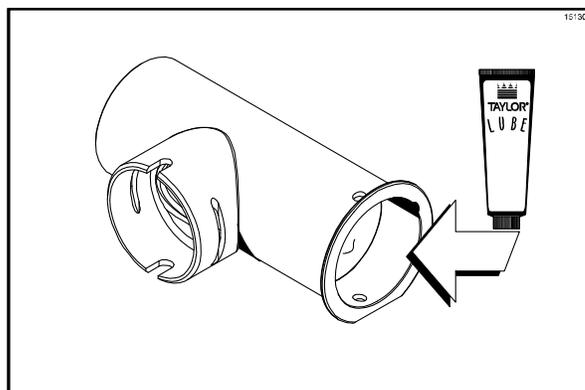

Figura 145
3. Aplique una capa delgada de lubricante al interior del cilindro de la bomba, en el extremo donde está el orificio para el pasador de retención. (Vea la figura 145).